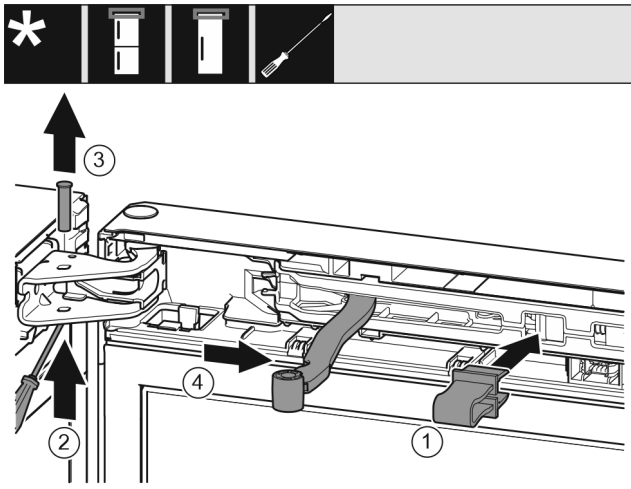

Fig. 7
- Introduire l'arrêt dans l'ouverture. Fig. 7 (1)
- Desserrer le boulon avec un tournevis. Fig. 7 (2)
- Sortir le boulon par le haut. Fig. 7 (3)
- Tourner l'articulation en direction de la porte. Fig. 7 (4)